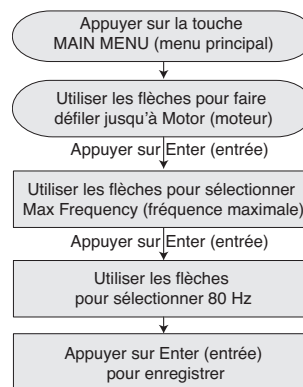

Figure 11 – Sélectionner 80 Hz (fonctionnement submersible triphasé uniquement)
- ◆ Suivre la séquence de pression des touches illustrée à la Figure 11.
- ◆ Appuyer sur Main Menu (menu principal) et suivre la séquence de pression des touches illustrée à la Figure 11. Appuyer sur Enter (entrée) pour enregistrer la nouvelle fréquence maximale sélectionnée. L'Intellidrive utilisera dès lors la nouvelle valeur sélectionnée.